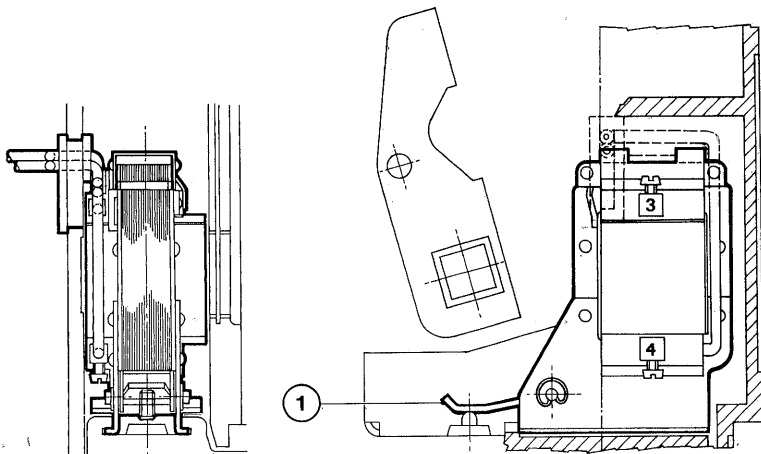

Fig. 16
8.2.2. MTS che non permette alcuna chiusura transitoria dei contatti all'atto della chiusura dell'interruttore a sganciatore diseccitato (solo per c.a.) (fig.16)